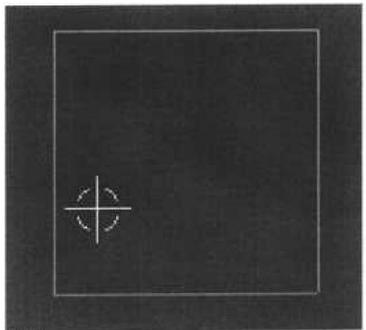

图 1-5
7. 绘制正方形。单击“Sketch Tools”对话框上的“Cancel”按钮，关闭“Sketch Tools”对话框。此时，画出的正方形如图 1-5 所示。